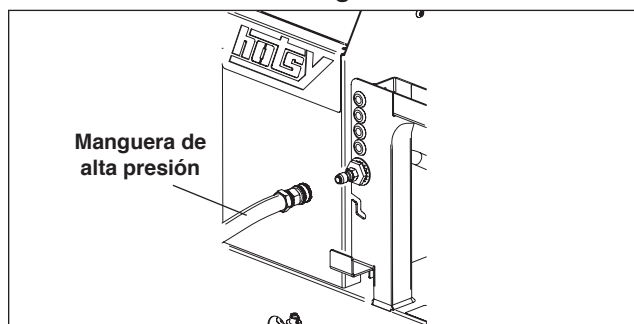

Figura 1 - Instalación de la manguera de alta presión
2. Instale la manguera de alta presión en la máquina tal como se muestra en la **Figura 1**.